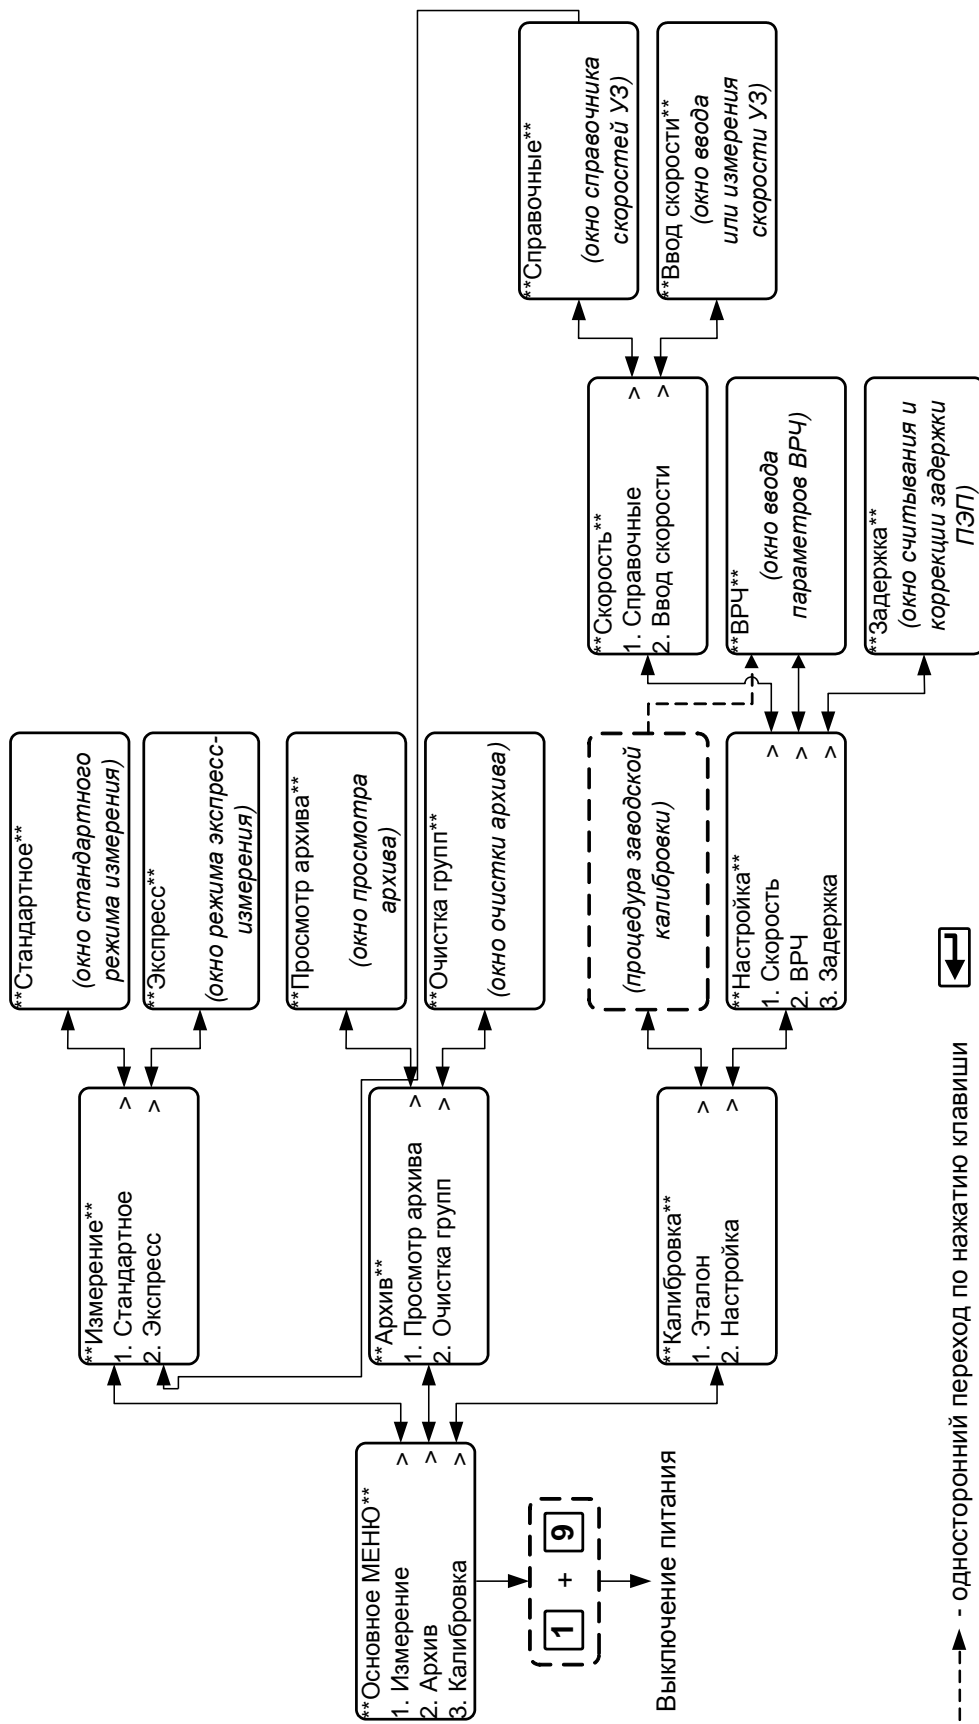

Рис. 3. Схема выбора режимов и окон операции «ВЗЛЕТ УТ».
2.3.2.1. Управление толщиномером организовано с помощью системы меню различного уровня и окон индикации отображаемых на ЖКИ, а также набора клавиш на панели управления. Схема организации меню и окон операций, а также вид меню приведен на рис.3.